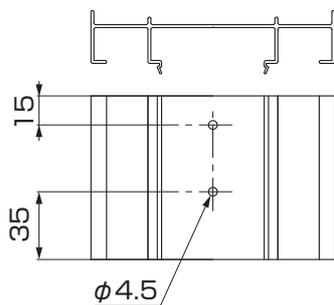

図7-1 中間柱スペーサーの加工
- ① 中間柱スペーサーを図7-1を参照して加工してください。
- ② 中間柱スペーサーをレール取付材に【1-3】で取付けてください。